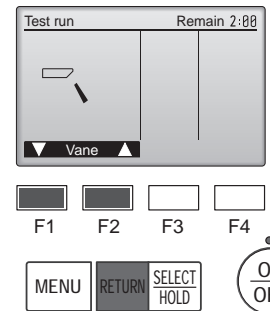

Fig. 7-7
- 1 Compruebe la paleta automática con los botones [F1] [F2]. (Fig. 7-7)